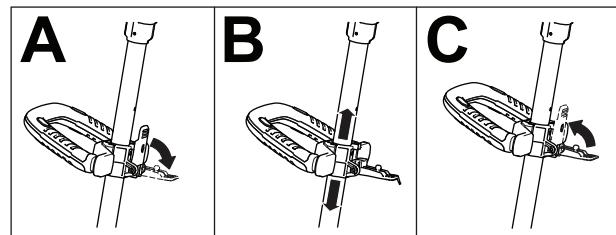

Bild 12
1. Lösen Sie den Riegel des Hilfsholms (A in Bild 12).
2. Schieben Sie den Hilfsholm nach oben oder unten in die gewünschte Höhe (Bild 12).
3. Schließen Sie den Riegel des Hilfsholms, um den Hilfsholm zu arretieren (C in Bild 12).